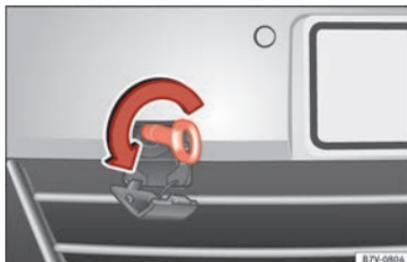

Fig. 103 Na parte direita do para-choques dianteiro: enroscar a argola de reboque.
O alojamento para a argola de reboque enroscável encontra-se na parte direita do para-choques dianteiro »» **Fig. 103**.
- Enrosque a argola de reboque no seu alojamento **no sentido contrário aos ponteiros do relógio** tanto quanto possível »» **Fig. 103**